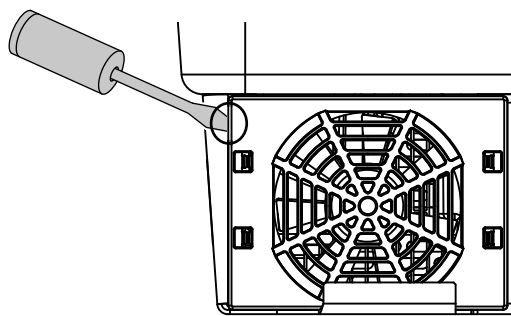

Fig. 73 : démontage de la grille du ventilateur
2. Démontez le ventilateur. Pour cela, insérer un tournevis sur le bord de la grille du ventilateur, puis exercer une légère pression.  **Fig. 73**